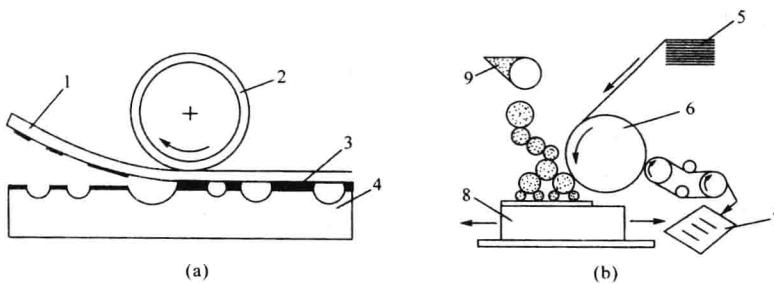

图 1-3 凸版印刷原理和示意图
(3) 凸版印刷 用图文部分高于非图文部分的印版进行印刷的方式。分为直接凸版印刷和间接凸版印刷。凸印版上空白部分凹下，图文部分凸起并且在同一平面或同一半径的弧面上。如图 1-3 所示，印刷时，墨辊首先滚过印版表面，使油墨黏附在凸起的图文部分，然后承印物和印版上的油墨相接触，在压力的作用下，图文部分的油墨转移到承印物表面。